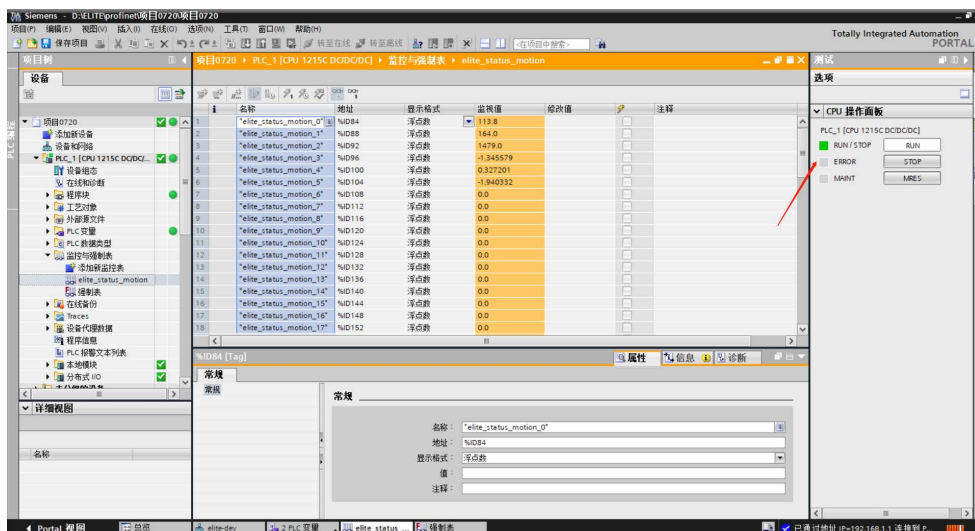

图 3-10：验证结果
10. 重新启动 PLC 后，PLC 状态指示灯无异常，即代表 profinet 通讯正常，如图 3-10 所示。